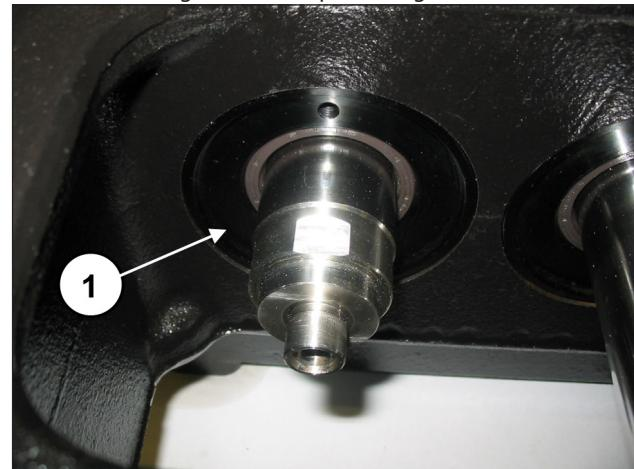
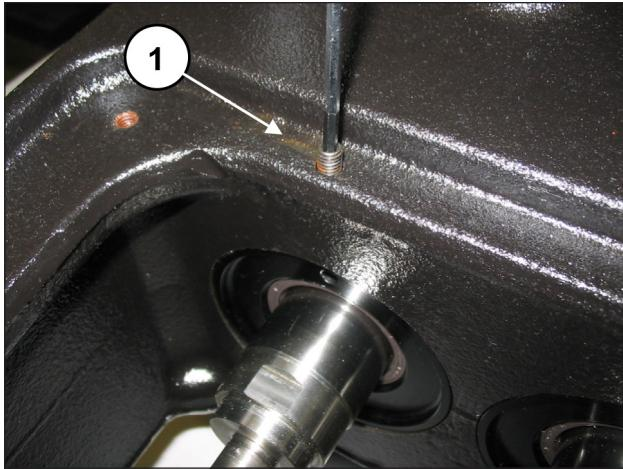

Fig. 95
Fig. 96
Insira o grupo montado dentro do cárter no seu assento, assegurando que a tampa se encaixe completamente no lugar (pos. ①, Fig. 95), tomado cuidado para não danificar o lábio do anel de estanqueidade radial. Aperte as tampas da junta do óleo mediante 2 grãos M6x30 (pos. ①, Fig. 96).